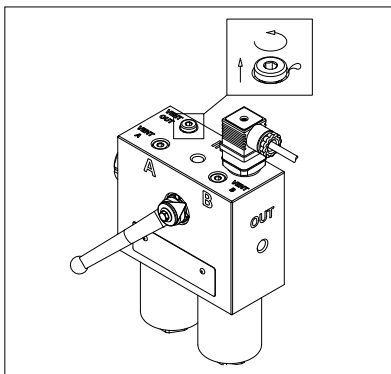

fig. 14
- (Fig. 14) Allentare il tappo di sfiato "Vent OUT" di un giro al massimo